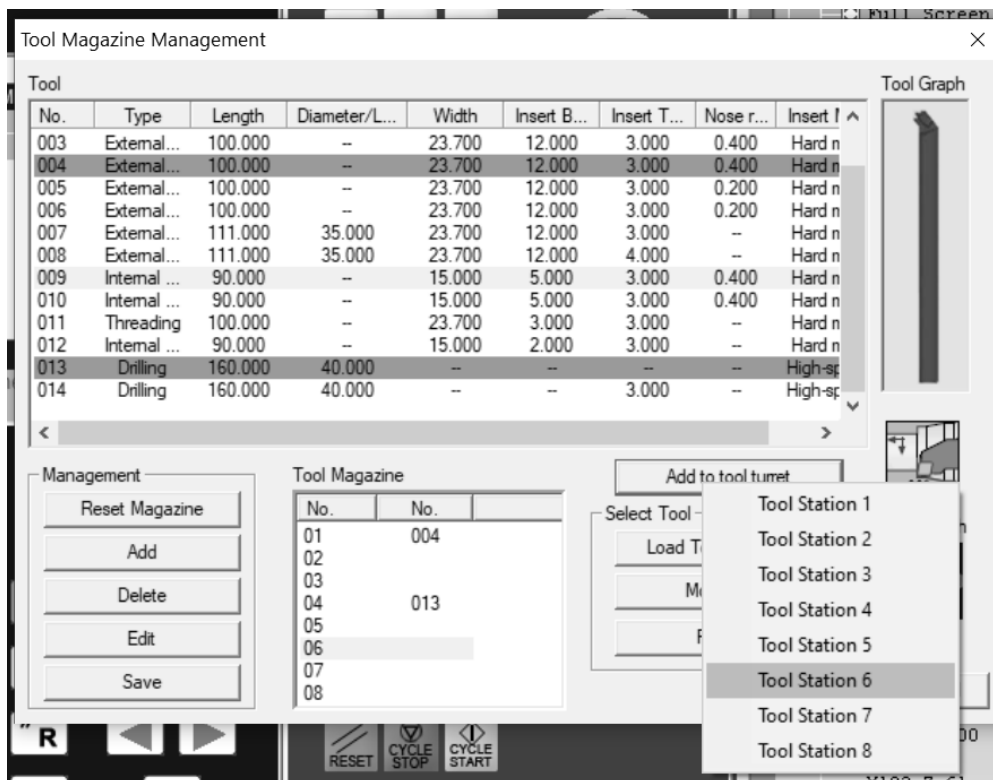

Рисунок 2.10 – Загрузка токарного расточного резца в позицию T6 револьверной ГОЛОВКИ
3.7 Выбрать для позиции T6 токарный расточной резец и загрузить инструмент в револьверную головку (рисунок 2.10).